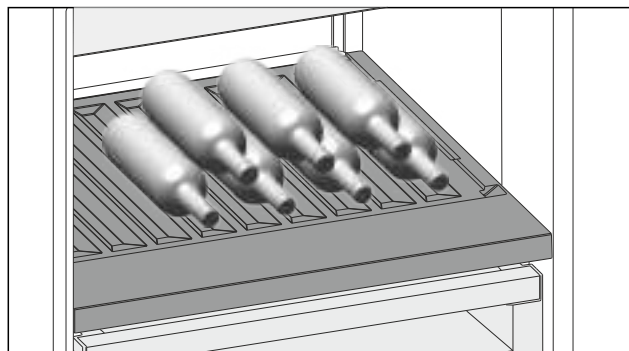

Fig. 227 Примерное изображение
- Бутылки укладывайте дном к задней стенке. (см. Fig. 227)